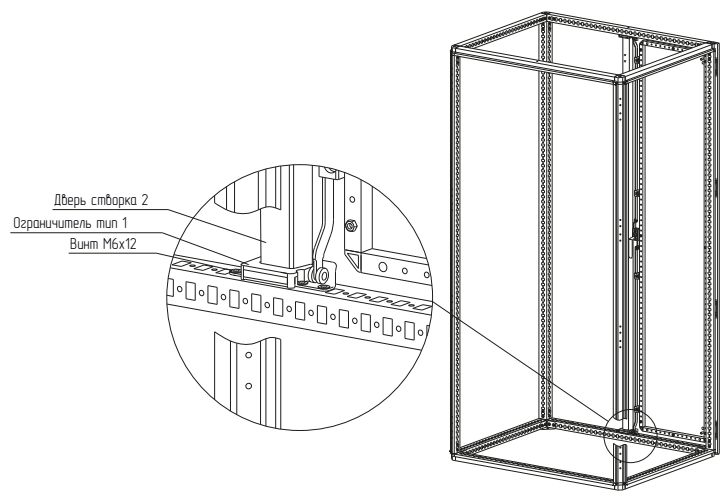

Рисунок 3
4.1.4 Установить ограничители сверху и снизу каркаса (рисунок 3). Для крепления использовать винты самонарезающие М6×12. Момент затяжки – 7 Н·м.